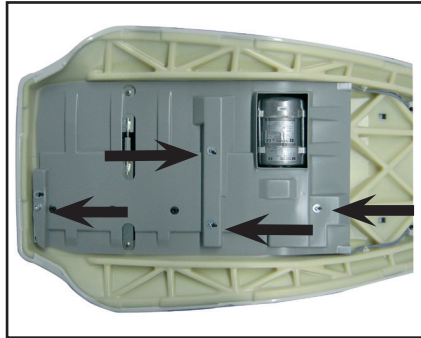

Abb.: 3
- Lösen der 4 Schrauben der Motorabdeckung (**Abb.: 3**)